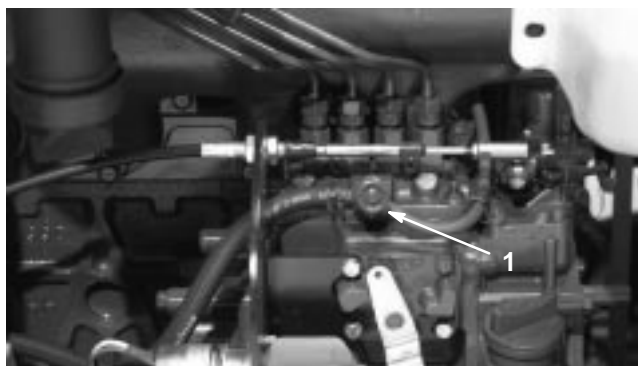

Bild 27
3. Öffnen Sie die Entlüftungsschraube an der Einspritzpumpe (Bild 27).